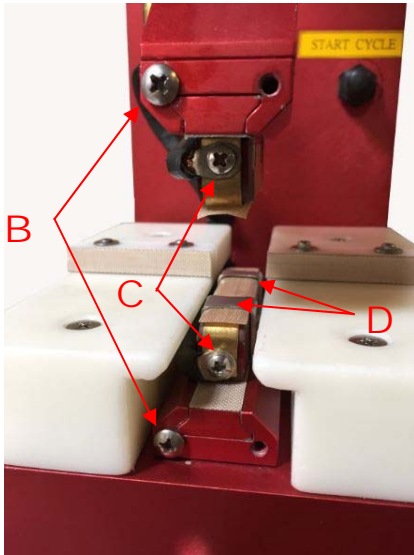

Figura 6
1. Siga los pasos del “Reemplazo de las Mordazas” (Figura 6).
1. Afloje el tornillo Philips (Figura 6, “B”) de la mordaza superior o inferior, según sea el caso.
2. Afloje los cables de la resistencia (Figura 6, “C”).